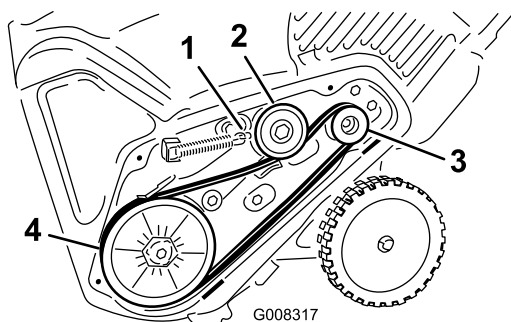

Figure 37
5. Montez et acheminez la nouvelle courroie comme indiqué à la (Figure 37).
- Raccrochez le ressort de frein au bras de la poulie de tension (Figure 37).